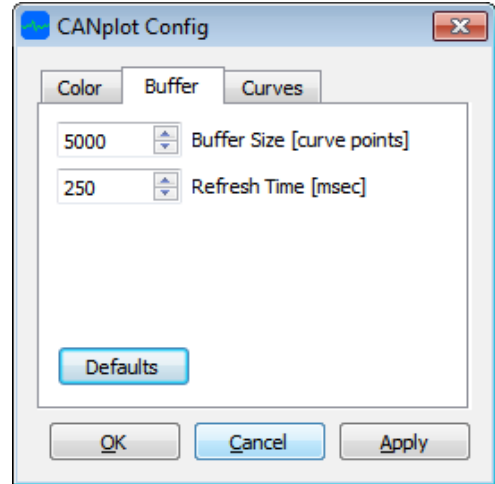

Abb. 19: Menüpunkt Options/Buffer
- Defaults** Durch das Betätigen der *Defaults*-Schaltfläche (siehe Abb. 19) werden alle Einstellungen der Registerkarte *Buffer* auf die Standardwerte zurückgesetzt.